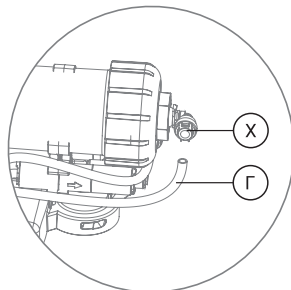
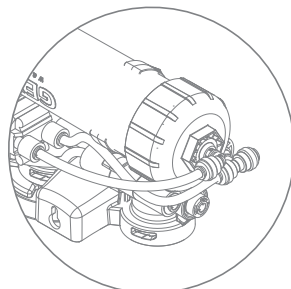

Рис. 17
Рис. 18
4. Трубку (Г) (рис. 17) вставьте в угловой фитинг (Х) (рис. 17, рис. 18).